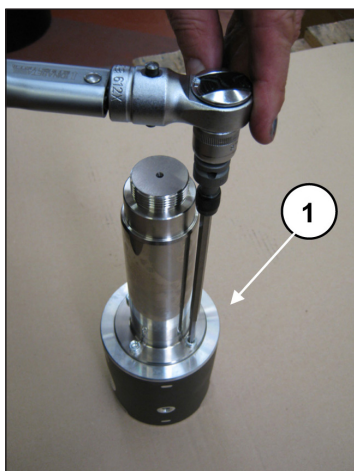

Fig. 47
Pour désassembler la tige du guide de piston, dévisser les vis à tête cylindrique M6 à l'aide d'une clé appropriée (rep. ①, Fig. 47).